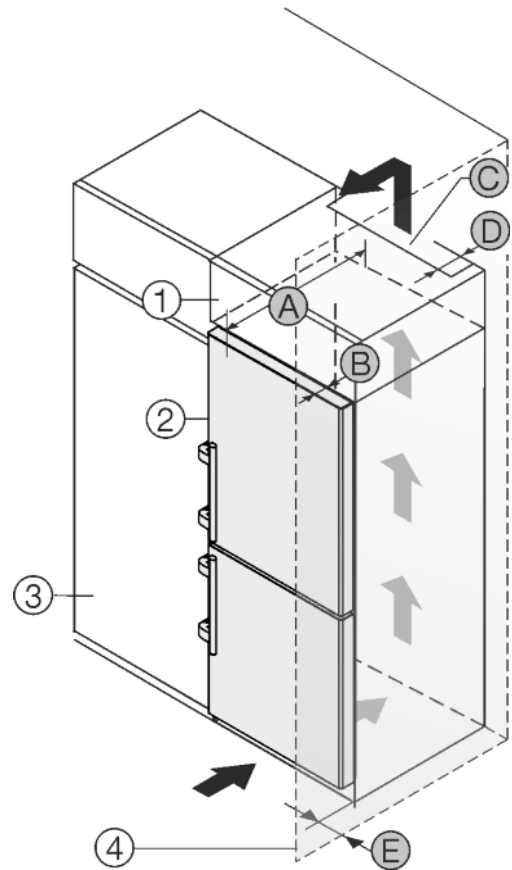

Fig. 47
Устройство может быть окружено кухонными шкафами. Чтобы уравнять устройство Fig. 47 (2) по высоте с кухонной стенкой, можно установить над устройством дополнительный шкафчик Fig. 47 (1).
Установить устройство можно непосредственно рядом с кухонным шкафом Fig. 47 (3). Чтобы можно было полностью открыть двери, устройство должно выступать на глубину Fig. 47 (B) относительно передней стенки кухонного шкафа. В зависимости от глубины кухонных шкафов и использования пристенных распорок устройство может выступать и больше.
- На задней стенке дополнительного шкафчика должен быть вентиляционный канал с глубиной *Fig. 47 (D)* по всей ширине этого шкафчика.
- Нужно соблюдать вентиляционное отверстие *Fig. 47 (C)* под нижней панелью.
Если устройство установлено на шарнирах у стены *Fig. 47 (4)*, то нужно соблюдать расстояние *Fig. 47 (E)* между устройством и стеной. Настолько выступает ручка при открытой дверце.